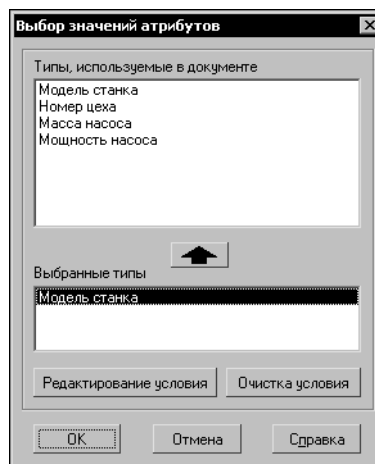

Рис. 66.6. Диалог назначения условий поиска
1. Вызовите команду **Выделить — По атрибутам....** На экране появится диалог назначения условий поиска (рис. 66.6).